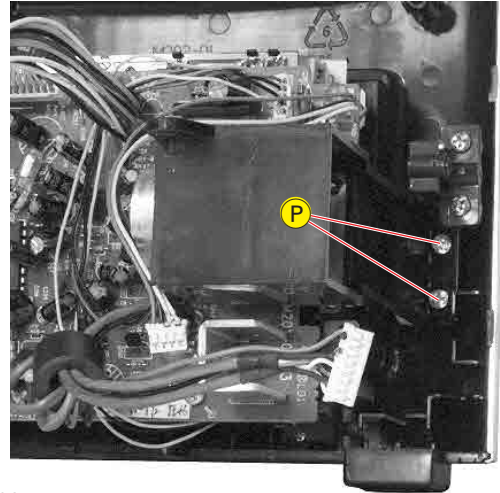

Fig. 23
- 2 Schrauben Ⓟ (Fig. 23) herausdrehen und Cassettenklappenantrieb herausnehmen.
- Undo 2 screws Ⓟ (Fig. 23) and remove cassette door drive.